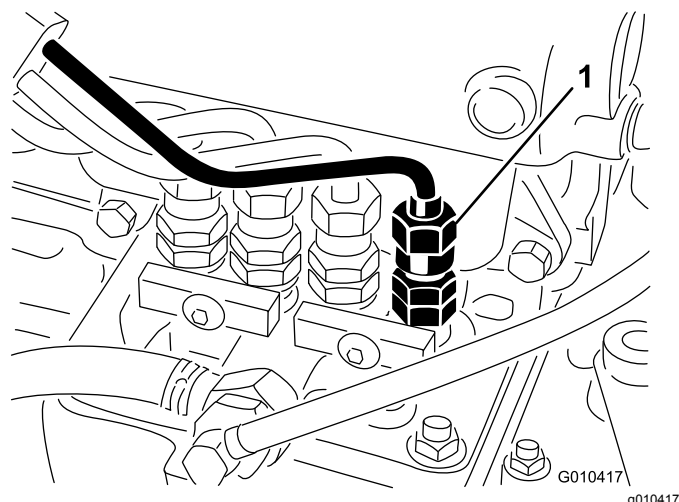

图 40
1. 松开喷射泵与 1 号喷油嘴和固定器组件的管道连接 (图 40)。